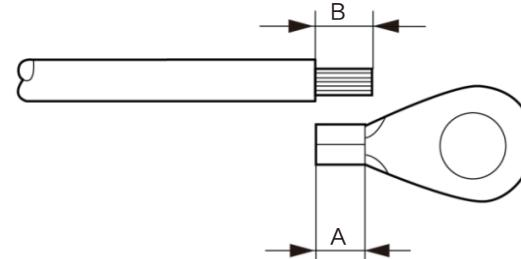

图3.16 剥线长度
3. 将接地线缆绝缘层剥去合适的长度（见图3.16）。
4. 将剥开的线缆插入OT端子压接区域，然后使用液压夹将端子压接到线缆上（参见图3.16）。